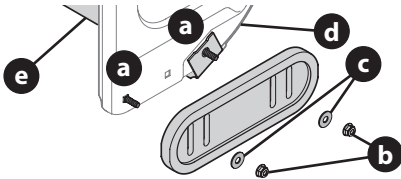

Figura 45
4. Con los dos pernos del carro (a) y las tuercas hexagonales con reborde (b) y las arandelas planas (c) (si vienen equipadas) fije las zapatas antideslizantes a la caja de la barra de nieve (d). Ajuste a mano las tuercas hexagonales con reborde (Figura 45).